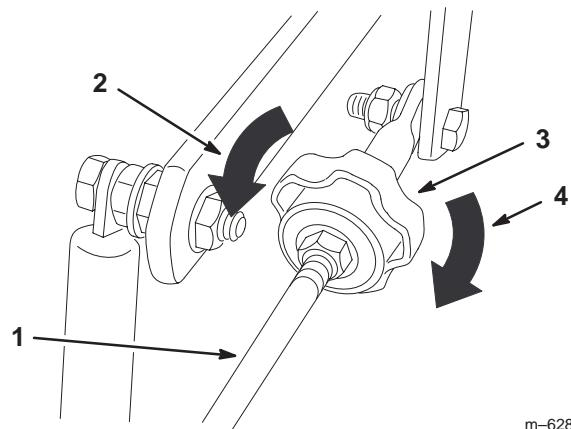

Figure 59
- Pour que la machine tire à droite, tournez le bouton vers la droite de la machine (voir la figure 59).
- Pour que la machine tire à gauche, tournez le bouton vers la gauche de la machine (voir la figure 59).